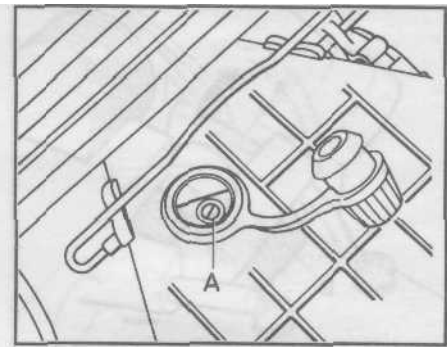

Рис. 17.34, б. Винт регулировки качества смеси (СО) [А]
- б) Если необходимо выполнить регулировку, поверните несколько раз это необходимо клапан управления холостым ходом и винт регулировки качества смеси (см. рис. 17.34, а, б).